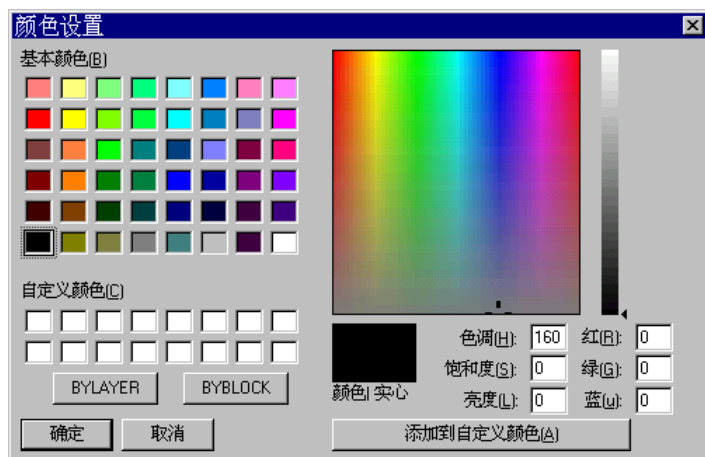

图 9-9 颜色设置对话框
3) 单击【颜色选择】按钮可弹出【颜色设置】对话框，如图 9-9 所示。